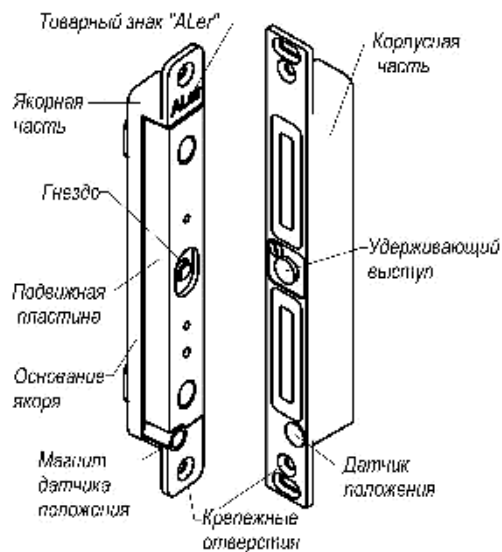
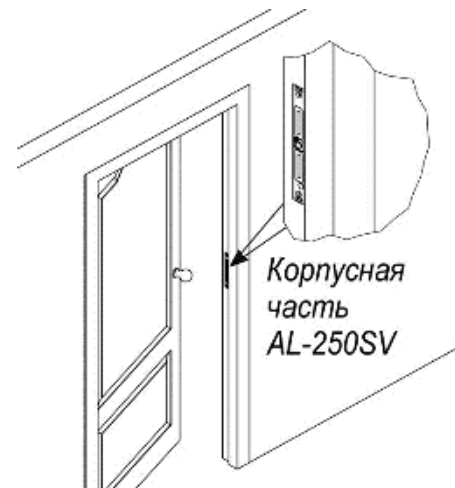
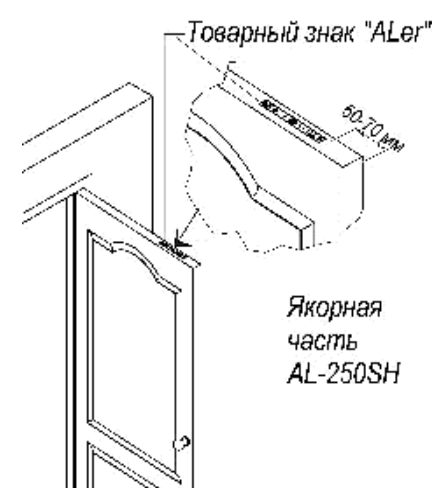

Рис. 1
Рис. 2
Рис. 3
4.1 ЗАМОК состоит из корпусной и якорной частей. Корпусная часть монтируется в дверной коробке, якорная часть - в двери. При закрытии двери подвижная пластина якорной части (рисунок 1) притягивается к рабочей поверхности корпусной части, при этом удерживающий выступ на корпусе входит в соответствующее гнездо пластины якоря и блокирует дверь. Величина удерживающего усилия замка определяется конструктивными размерами удерживающего выступа. При снятии напряжения питания ЗАМОК разблокируется, что приводит к отпиранию двери.
4.2 Датчик Холла, расположенный на фланце корпуса (датчик положения), и магнит датчика положения, расположенный в якорной части (рисунок 1), используются для управления внутренней электронной схемой замка и определяют режимы «ПОДБРОС» и «УДЕРЖАНИЕ». При закрывании двери по сигналу датчика положения выполняется включение обмоток замка большим током намагничивания. Тем самым реализуется режим активного притягивания («подброс» якоря). Режим «ПОДБРОС» длится 4 – 5 секунд, после чего происходит переключение в режим «УДЕРЖАНИЕ» в заблокированном положении с пониженным током потребления.
5.1 Корпусная часть замка AL-250S при скрытой установке монтируется в дверную коробку, якорная часть - в дверное полотно. Замок вертикального исполнения AL-250SV монтируется в среднюю часть дверной коробки (рисунок 2), замок горизонтального варианта AL-250SH устанавливается в верхней части двери (рисунок 3). Габаритные размеры якорной и корпусной частей замка приведены на рисунках 4 и 5.
Якорная часть вертикального варианта должна быть сориентирована в гнезде по установочной метке в виде товарного знака «ALer» направлением вверх (рисунок 1), для горизонтального варианта знак «ALer» на якорной части должен находиться ближе к оси поворота двери (рисунок 3).
5.3 Для монтажа корпусной части в дверной коробке подготавливается аналогичное гнездо напротив гнезда в двери. Корпусная часть замка ориентируется относительно якорной части по датчику положения на фланце замка. Датчик положения на корпусе должен находиться напротив магнита на якорной части (рисунок 1). Рекомендуется гнездо делать на 2-5мм шире корпуса, чтобы компенсировать погрешности монтажа в поперечном направлении за счет перемещения корпусной части в пределах гнезда.